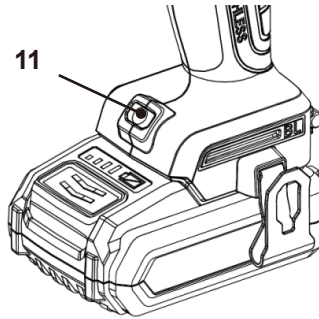

Fig. 17
La lampe de travail (11) s'allume automatiquement en appuyant sur l'interrupteur marche/arrêt (7) (Fig. 17).